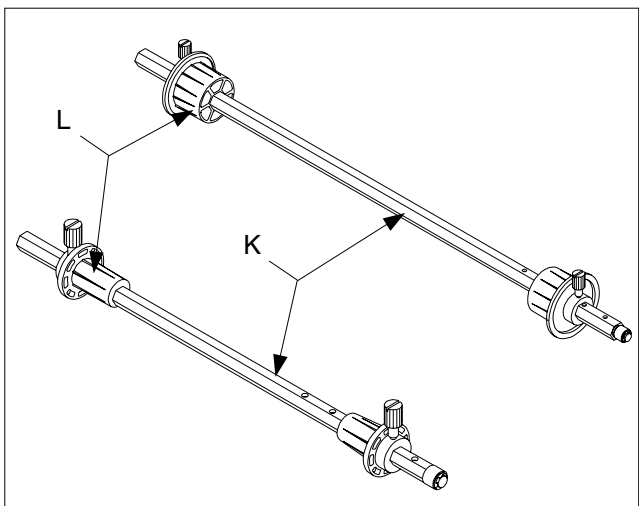

Fig. 6
K. FILM SHAFT: The film shaft holds the film supply on the machine, (Figure 6).
L. LOCKING CORE ADAPTORS: Hold and lock the rolls of film on the shafts to prevent side to side shifting, (Figure 6).
K. FOLIENWELLE: Hält die Folienufzehr auf dem Gerät (Abb. 6).
L. SICHERUNGSDAPTER: Damit werden die Folienspulen auf den Wellen gehalten und gesichert und ein seitliches Verschieben vermieden (Abb. 6).
K. FILMKOKER: De filmkoker houdt de filmvoorraad vast in de machine (zie afb. 6).
L. VERGRENDEL-KERNADAPTERS: Houden de filmrollen vast en vergrendelen ze op de filmkoker om zijwaarts verschuiven te voorkomen (zie afb. 6).
K. AXE: l'axe maintient la bobine de film et les mandrins permettent de maintenir les bobines de film sur la machine (Figure 6).
L. ADAPTATEURS DE FIXATION: Tenez et fixez les rouleaux de film sur les axes afin d'éviter que ces derniers ne glissent d'un côté ou de l'autre (Figure 6).